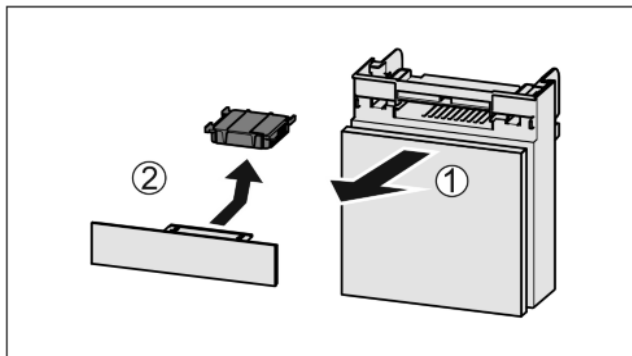

Fig. 51
- ▶ Estrarre il vano tirando in avanti Fig. 51 (1).
- ▶ Rimuovere il filtro a carboni attivi Fig. 51 (2).